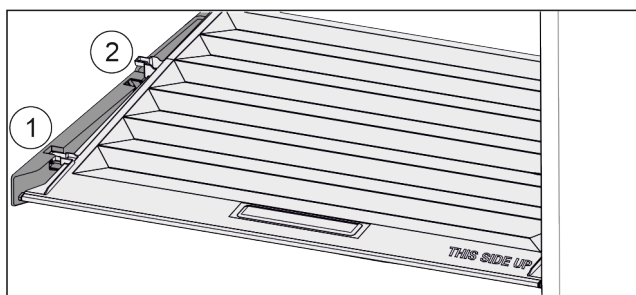

Fig. 36
- ▶ Trageți capacul în față Fig. 36 (1) până la orificiul din piesele suportului.
- ▶ Ridicați în spate de jos și scoateți Fig. 36 (2) în sus.